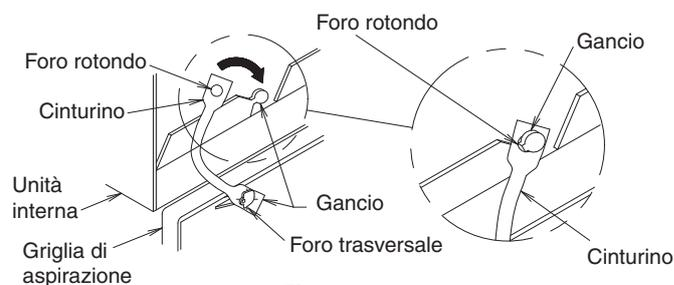

Fig. 35
- Durante l'installazione della griglia di aspirazione, appendere la fascetta della griglia di aspirazione alla parte in sospensione dell'unità interna illustrata in Fig. 35.